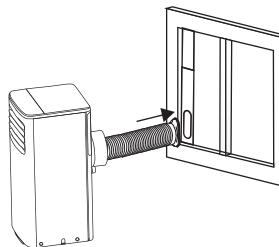

Рис. 9.
5. Закрепите насадку адаптер для соединения с оконным переходником (рис. 9).